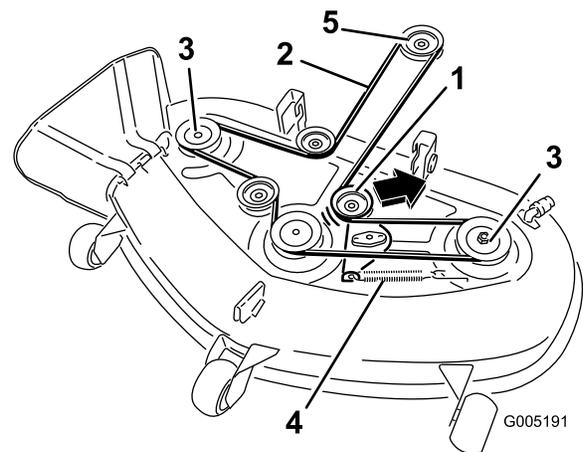

Figure 55
5. Tirez la poulie de tension dans la direction indiquée (Figure 55) et retirez la courroie des poulies.
6. Acheminez la courroie neuve autour de la poulie du moteur et des poulies du tablier de coupe (Figure 55).
7. Tirez la poulie de tension dans la direction indiquée à la Figure 55 et acheminez la courroie autour de la poulie de tension (Figure 55).